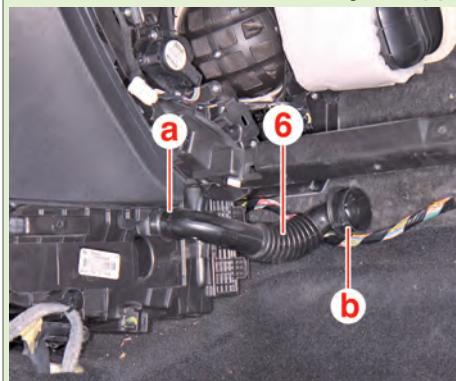

Fig.4
- Dégager le conduit d'air (6) en (a) (Fig.4). Le conduit d'air reste fixé à la boîte à gant en (b).